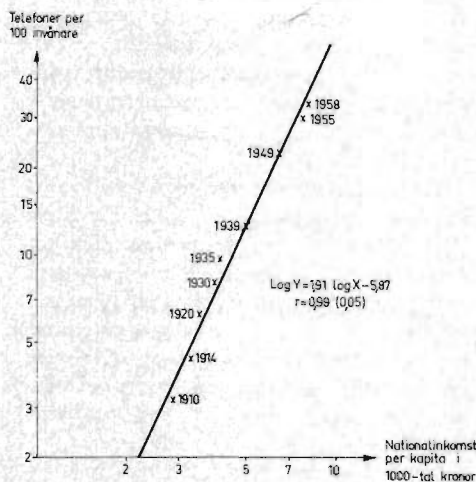

Fig 1. Sambandet mellan antalet telefoner per 100 invånare och nationalinkomsten per kapita i Sverige.
Fig 1. a) Genomsnitt av lysdiod. b) Schematisk bild av en diodlaser. c) (se s 58) visas ljuseffekten  $P_L$  i W som funktion av ledströmmen  $I$  i A genom Hafos diodlasrar.
□ □ Det finns ett direkt samband mellan ett lands ekonomiska situation och dess behov av telekommunikation. Diagrammet i fig 1 visar sambandet mellan antalet telefoner per 100 invånare och nationalinkomsten per invånare i Sverige. Som framgår ökar antalet telefoner ungefär dubbelt så fort som nationalinkomsten.